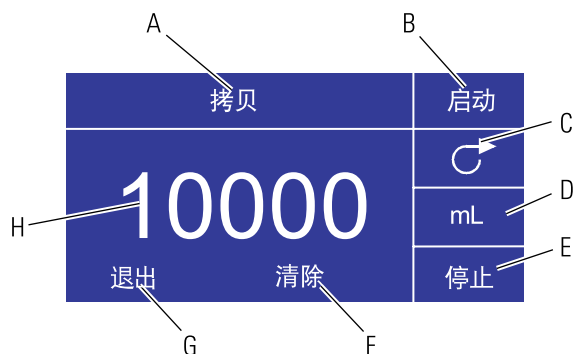

图 3-8 拷贝设置屏幕
- D. **拷贝量屏幕：**请参阅拷贝设置屏幕部分的内容，如图 3-8。